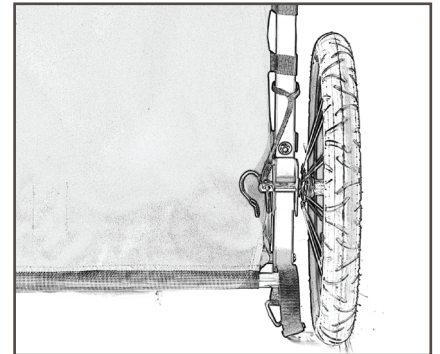

図10
3. スタブ車軸をブラケットの穴を完全に通過するようにスライドさせ、ホイールが使用位置になるようにします (図10)。